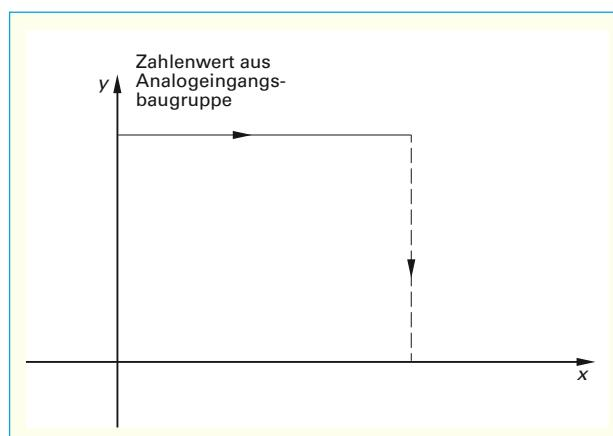
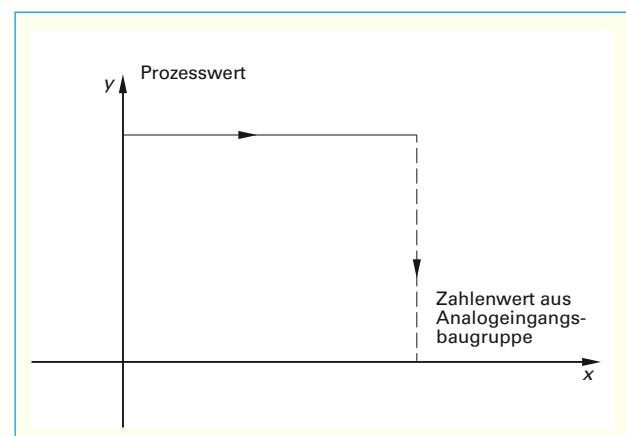

Bild 1: Normierung
Bild 2: Denormierung
- c) Ergänzen Sie die Größen für einen Tank mit 500 Liter und den Binärwert 27 648 in **Bild 1** und **Bild 2**.